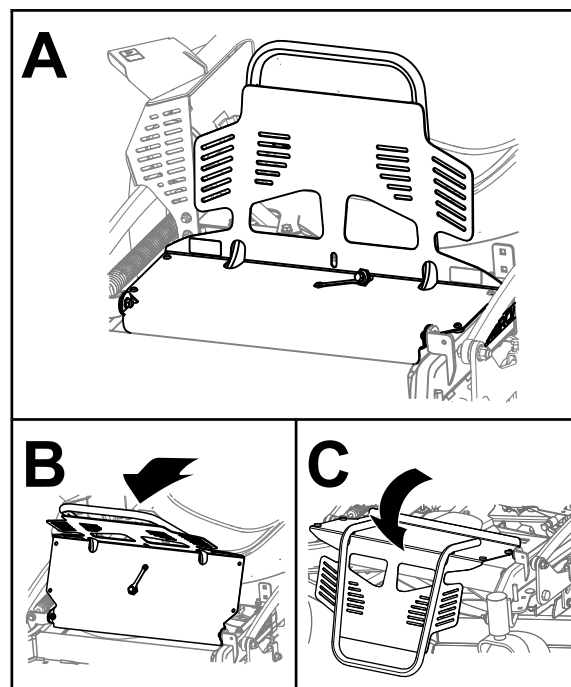

図 30
2. 図 30のようにエンジンガードを前方に跳ね上げて倒す。